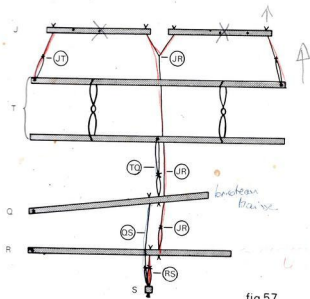

fig 57
Le principe d'attachage des contremarches est identique sur tous les métiers LERVAD de 4 à 16 lames, sans tenir compte du nombre de lames. Chaque lame se compose des pièces et cordes détaillées ci-dessous. Cf. figure 57.
Toutes les pièces appartenant à une même lame se placent les unes en dessous des autres dans la même verticale. Chaque lame et les pièces s'y rapportant sont numérotées d'avant en arrière; les marches (S) font exception et sont numérotées de gauche à droite. Ainsi T1 indique la première lame et S1 la première marche à gauche, sur la figure 57 les deux cordes les plus basses, QS et RS sont figurées en même temps, bien qu'une lame et ses pièces ne puisse recevoir qu'une des deux cordes à la fois.